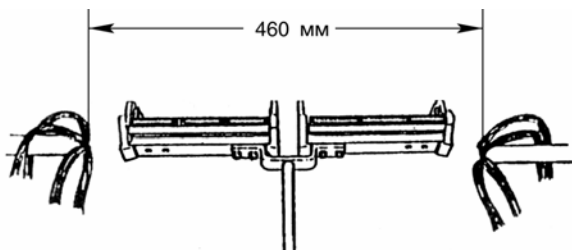

Рис. 6.11. Установка двух сращивающих головок для монтажа кабелей емкостью 400 пар и более
- кабель емкостью 400 пар и более рекомендуется монтировать при помощи двух сращивающих головок, установленных на одном основании. Длина рабочей зоны должна быть равна 460 мм (рис. 6.11);